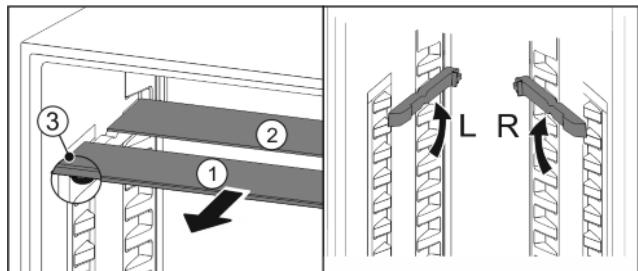

Fig. 19
- По одной извлеките Fig. 19 (1) стеклянные панели движением вперед.
- Стеклянная панель Fig. 19 (1) со стопорами лежит спереди.
- Стопоры показывают вниз Fig. 19 (3).